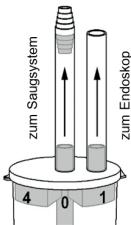

Abb. 1
- Conecte la manguera de la conexión central del sifón al sistema de aspiración (Fig. 1).